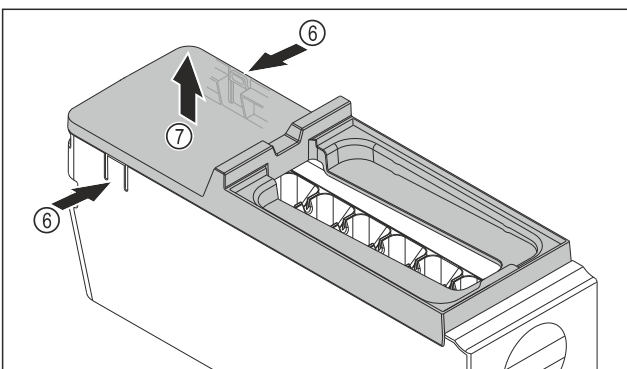

Fig. 131
- ▶ Scoateți apărătoarea corpului EasyTwist-Ice: Apăsăți eclisele Fig. 131 (6) de pe ambele părți ale corpului EasyTwist-Ice cu o mână.
- ▶ Scoateți apărătoarea Fig. 131 (7) cu cealaltă mână în sus.